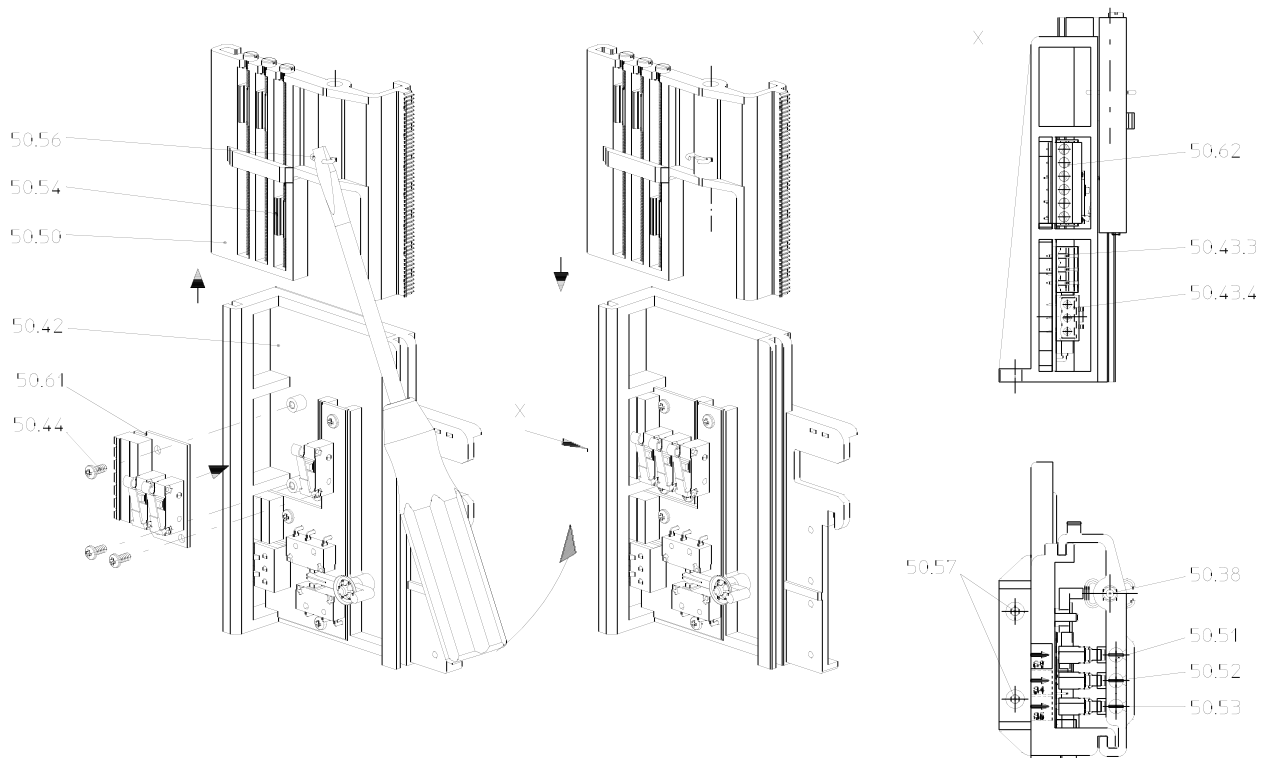

рис. 11: Распределительное и сигнальное устройство ARI-PREMIО 2,2 - 5 кН
- Смонтированный (на крепежном угольнике) узел обогрева в сборе закрепить с помощью прилагаемых винтов в предусмотренном для этой цели месте на крышке редуктора (см. рис. 11).